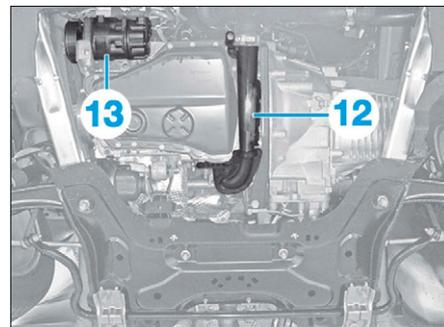

FIG. 21
- le raccord d'air (12) sous le véhicule (Fig.21),
- les fixations du compresseur de climatisation (13).
- Ecarter et brider le compresseur de climatisation (13) sans ouvrir le circuit.